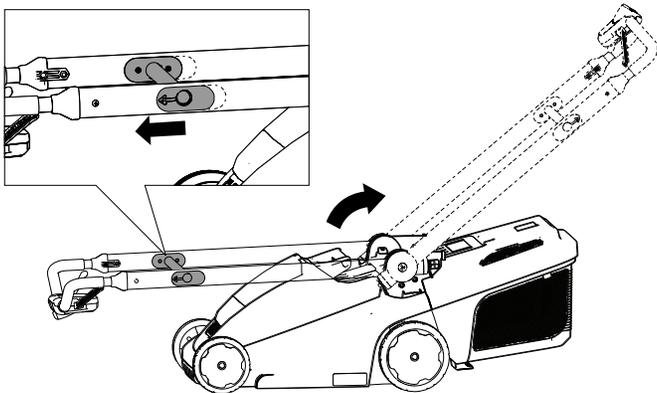

Figura 5
2. Puxe a braçadeira de libertação da barra da pega na direção da pega superior para abrir o bloqueio da pega (Figura 5).
3. Mova a pega para trás para a posição de funcionamento e largue a braçadeira de libertação da barra da pega (Figura 5).